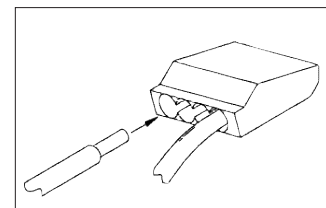

Figure 4
5. Connect supply (house) wires to fixture wires, push stripped wires into appropriate connector: white to white and black to black and green to green or bare copper ground wire. **See Fig 4**
Coloque un destornillador estándar en el extremo del círculo (lado opuesto de las lengüetas de retención) y suavemente golpee con el martillo. Sujete un extremo con las pinzas y flexione hacia atrás y adelante hasta que se desprenda. **Ver Fig 4.**
5. Conecte los cables de alimentación (de la casa) a los cables de la luminaria, empuje los cables pelados en un conector apropiado, blanco con blanco, negro con negro y verde con verde o, desnudo con tierra. **Ver Fig 4**
5. Effectuer le raccordement des fils de l'appareil à l'alimentation électrique, pousser la partie dénudée des fils dans les connecteurs appropriés, blanc au blanc, noir au noir, vert au fil de terre vert ou de cuivre nu. **Voir la Fig 4**